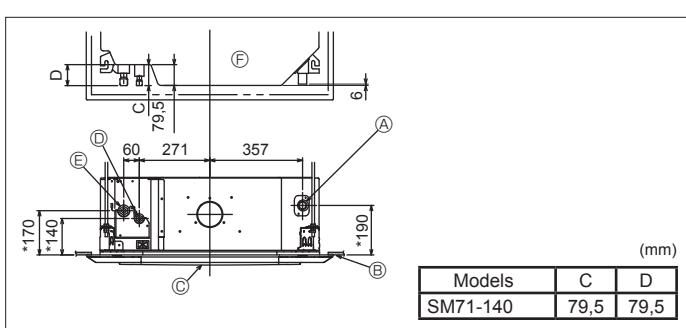

Fig. 3-3
3.3. Locaties van koelleidingen en draineerbuisen van het binnenapparaat (Fig. 3-3)